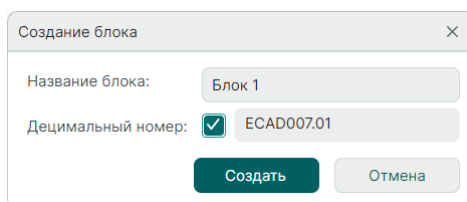

Рис. 250 Окно «Создание блока»
3. На экране отобразится окно «Создание блока», см. Рис. 250. В поле «Название блока» необходимо задать имя блока.